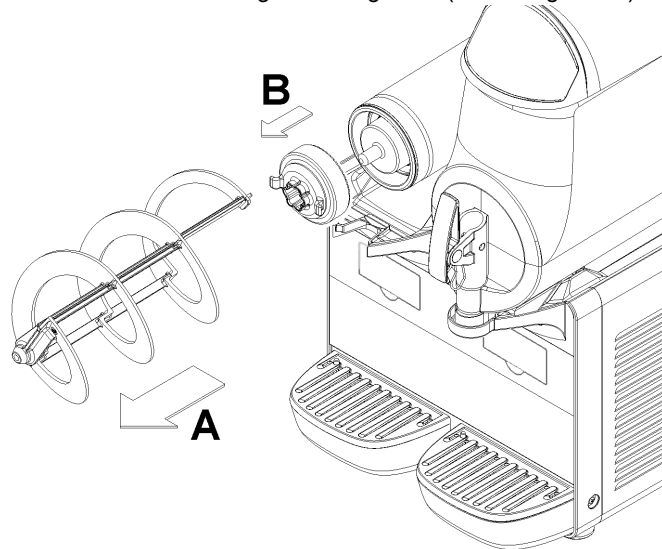

figura 12
- 3 Rimuovere il mescolatore sfilandolo dal cilindro evaporatore. Quindi rimuovere il giunto esagonale (vedere figura 12).